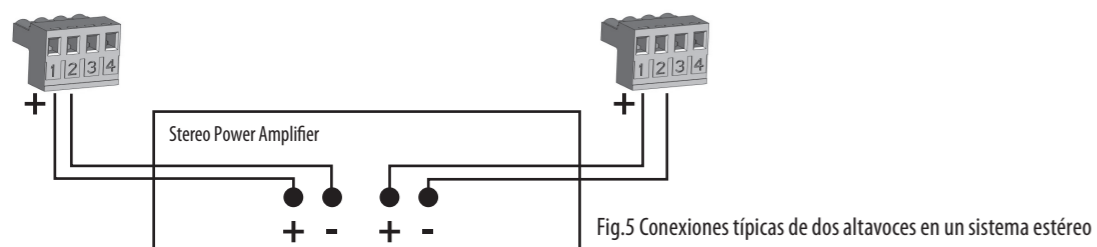

Fig.5 Conexiones típicas de dos altavoces en un sistema estéreo
4. Faites glisser le panneau de carreaux dans le plafond suspendu. Les extrémités du pont de tuiles s'accrochent aux balustrades, supportant le poids du haut-parleur. (Fig.5)